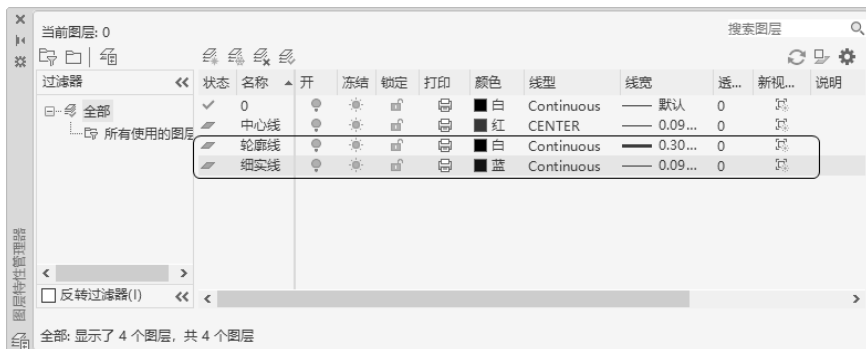

图 2-20 设置图层
⑦ 采用相同的方法再建立两个新图层，分别命名为“轮廓线”和“细实线”。设置“轮廓线”图层的颜色为黑色，线型为 Continuous，线宽为 0.30 mm；设置“细实线”图层的颜色为蓝色，线型为 Continuous，线宽为 0.09 mm。同时让两个图层均处于打开、解冻和解锁状态，各项设置如图 2-20 所示。
⑧ 选择“中心线”图层，单击“置为当前”按钮，将其设置为当前图层，然后关闭“图层特性管理器”选项板。
(2) 绘制中心线。